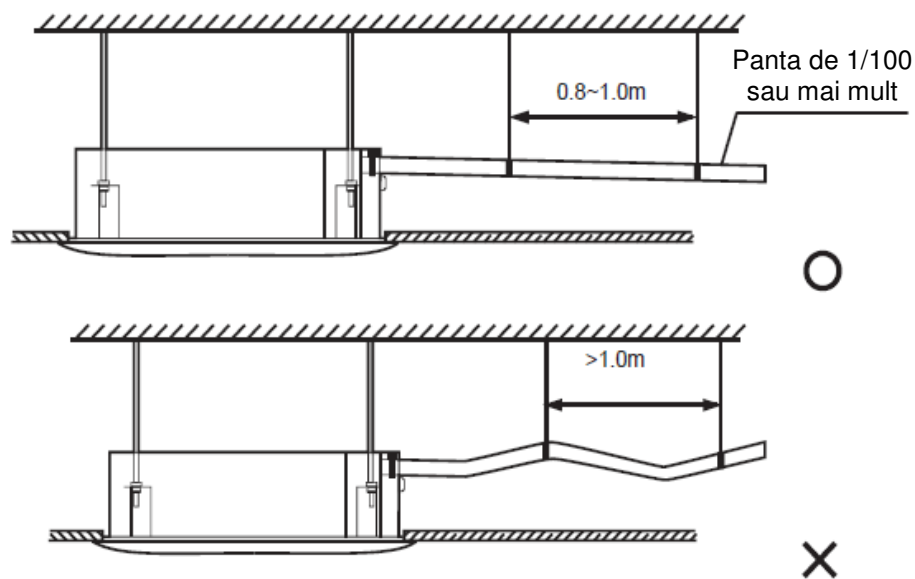

Figura 5.1
4. Pentru a preveni scurgerea apei in interiorul aparatului de aer conditionat atunci cand functionarea se opreste, teava de evacuare a apei ar trebui sa fie inclinata in jos spre exterior (partea de scurgere) cu o panta mai mare de 1/100. Asigurati-va ca teava de evacuare a apei nu se umfla si nu acumuleaza apa; altfel, va provoca zgomote ciudate. A se vedea Figura 5.1.
5. Cand conectati tevilor de evacuare a apei, nu folositi forta pentru a trage tevilor pentru a impiedica desprinderea racordurilor tevilor de aspiratie a apei. In acelasi timp, montati un punct de sprijin la fiecare 0,8 ~ 1 m pentru a impiedica indoirea tevilor de evacuare a apei. A se vedea Figura 5.1.